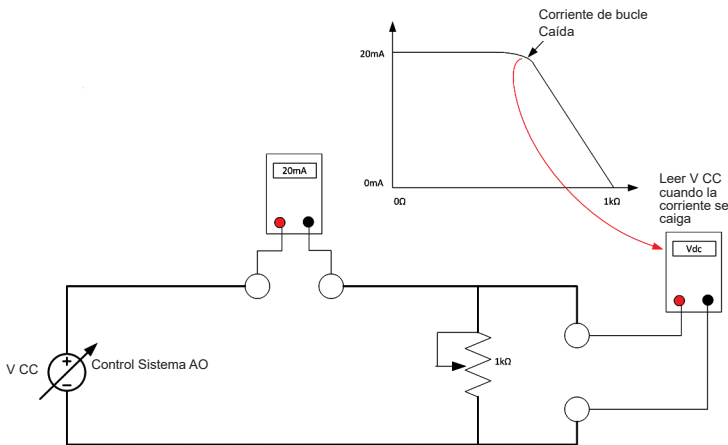

Figura 36 - Configuración de la prueba de voltaje de cumplimiento
1. Configure un ajuste de prueba como en la Figura 36.